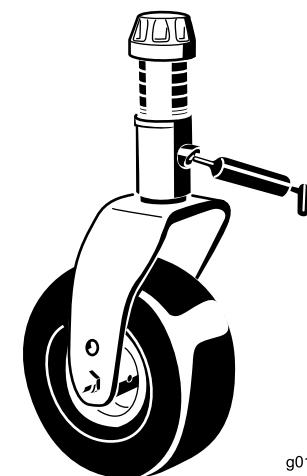

Figura 81
- Pivotes de enganche (2) (Figura 81)